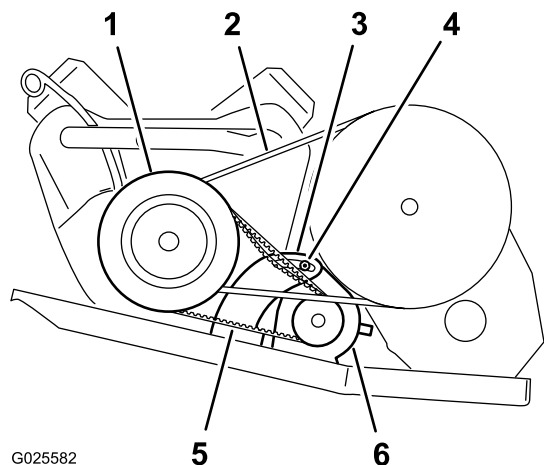

Рисунок 73
2. Ослабьте затяжку гайки поворота стартера-генератора (Рисунок 73).
4. Нажатием на монтировку поверните стартер вниз таким образом, чтобы натяжение ремня позволяло отклонять его только на 6 мм при воздействии усилия в 44 Н (Рисунок 73).
5. Затяните гайку оси поворота от руки и снимите монтировку (Рисунок 73).